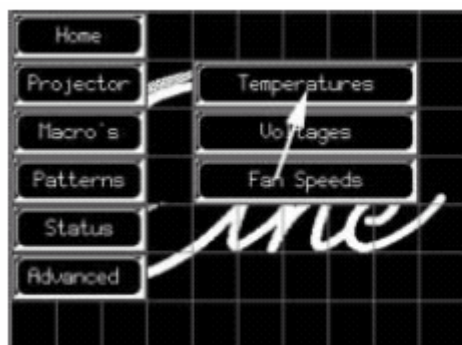

图 10-40 温度选择
1. 按 “Temperature” (温度) 按钮。(图 10-40)